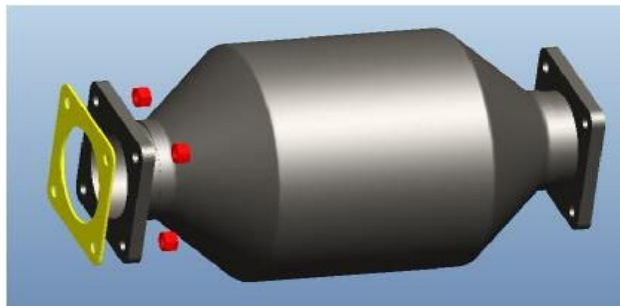

图 5 催化氧化器（DOC）
- 1.将发动机出口法兰与催化氧化器连接，如图 5 所示：
NOx 传感器是极为灵敏的元件，不应放置于沿排气管方向上从高压清洗器喷嘴喷出的水能触及的地方或放置于可能浸水的地方。NOx 传感器必须位于排气管水平截面以上。图 5 所示为 NOx 传感器的安装限制及控制器的安装指导原则。